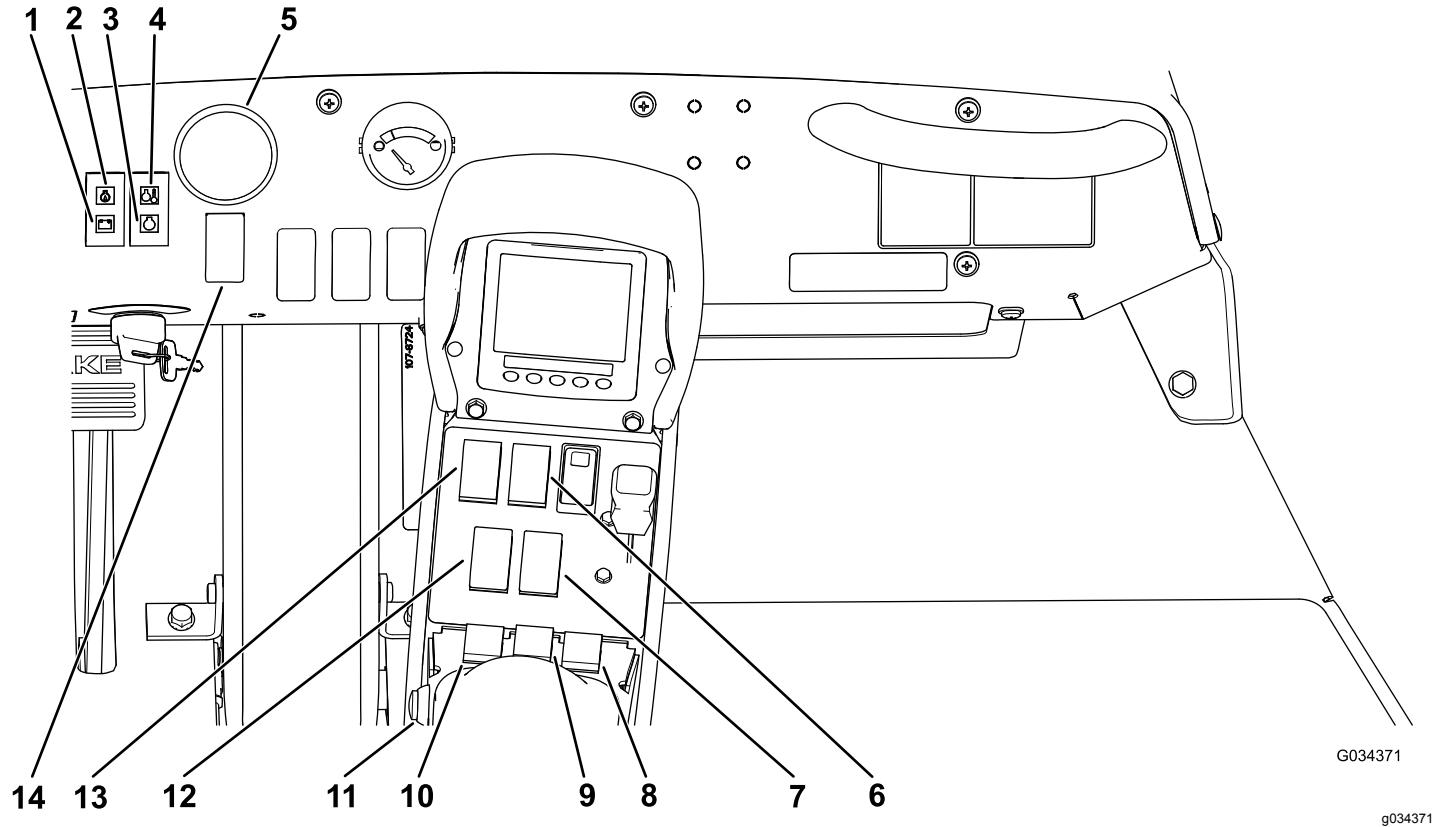

Figura 10
El interruptor del caudal de aplicación está situado en el salpicadero, a la derecha del volante (Figura 10). Pulse y mantenga pulsado el interruptor hacia adelante para aumentar el caudal o presión de aplicación, o púlselo y manténgalo pulsado hacia atrás para reducir el caudal o presión de aplicación.
El manómetro (Figura 10) está situado en el salpicadero. Este indicador muestra la presión del fluido del sistema de fumigación en kPa y psi.
Los interruptores de sección de brazo están situados en la consola central, en la parte delantera del reposabrazos (Figura 10). Mueva cada interruptor hacia adelante para activar el tramo de brazo correspondiente y hacia atrás para desactivarlo. Cuando el interruptor está en la posición de ACTIVADO (ON), aparece un ícono en el InfoCenter.
El interruptor de la bomba está situado en la consola central, a la derecha del asiento (Figura 10). Mueva este interruptor hacia adelante para poner en marcha la bomba, o hacia atrás para parar la bomba.
Los interruptores de elevar/bajar brazo están situados en la consola central, a la derecha del asiento y se utilizan para elevar o bajar los brazos izquierdo y derecho (Figura 10).